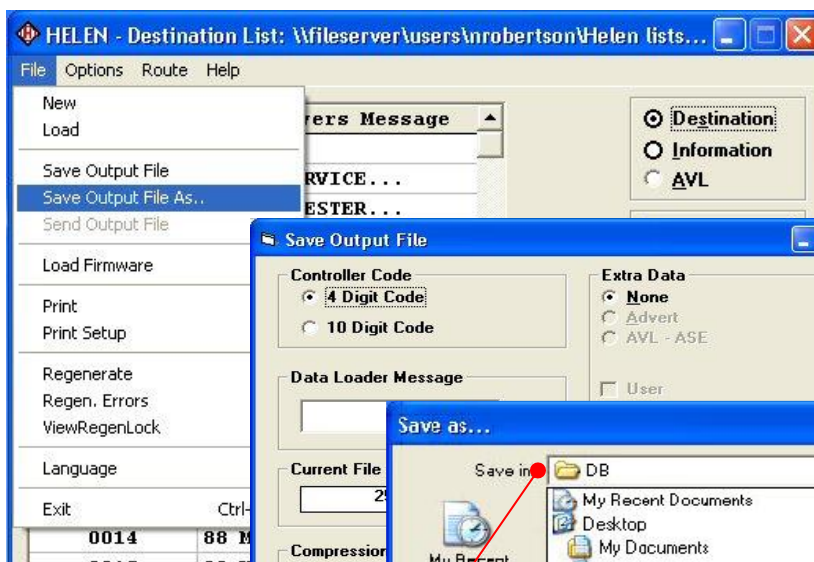
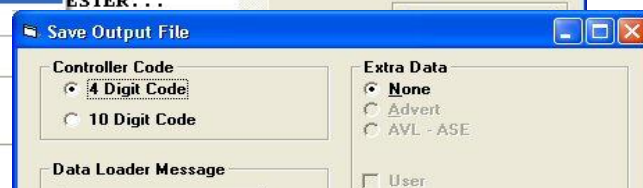

Abbildung 20
Abbildung 21
- Klicken Sie im **HELEN - Destination List:**-Fenster auf **File** und anschließend auf **Save Output File As...** im Dropdown-Menü, wie in Abbildung 20 gezeigt. Ein **Save Output File**-Fenster (Abbildung 21) wird eingeblendet („4 Digit Code“ sollte für die Standardliste ausgewählt sein). Klicken Sie auf „**OK**“, um das **Save as...**-Fenster zu öffnen